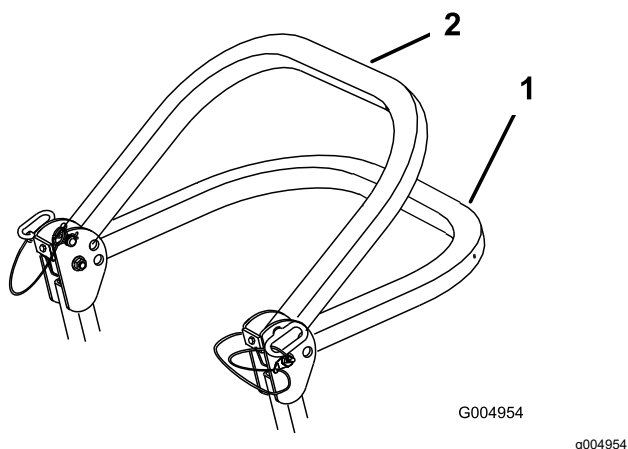

Figura 8
2. Baixe por completo a barra de segurança (Figura 8).
**Nota:** Há 2 posições em baixo; consulte Figura 8.